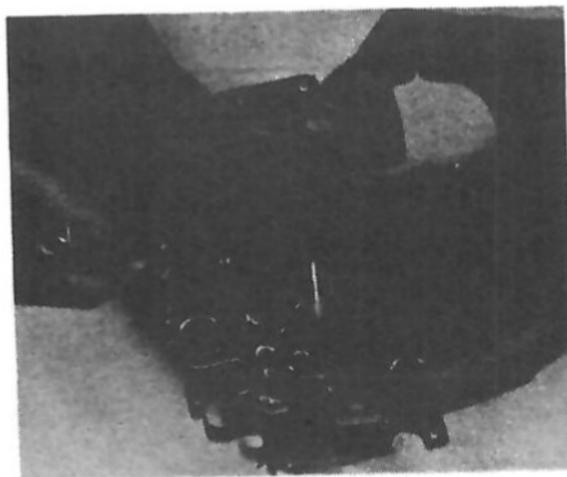

Fig. 8-38 Einbau der Ankerhebeleinheit
- 8) Gegen die Achse drücken und den Führungsbolzen des Zuführhebels (58-E) anziehen. Dabei darauf achten, daß die Ankerhebelachse nicht herauspringt (Fig. 8-38).